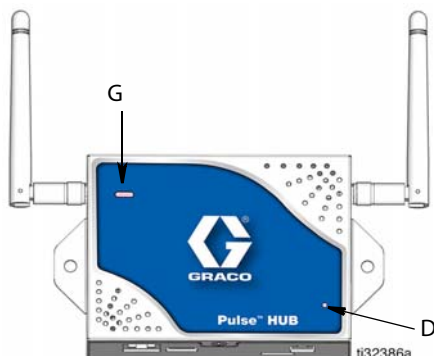

Рис. 5
После монтажа блока управления импульсной подачей убедитесь, что индикатор питания (D) (Рис. 5) горит и что блок управления функционирует правильно.
На статус программы управления импульсной подачей жидкости указывает индикатор блока управления (G) (Рис. 5). В целях диагностики см. таблицу индикаторов блока управления.